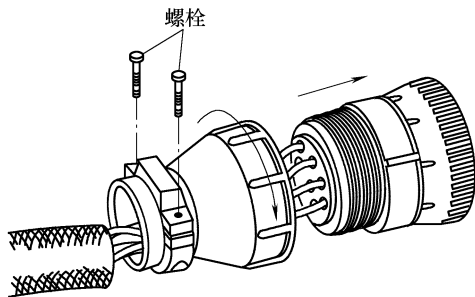

图 6-69 安装插头座圈, 拧紧卡箍螺栓
⑧ 安装插头后部座圈, 拧紧卡箍螺栓(图 6-69), 拧紧力矩为 $1\text{N} \cdot \text{m}$ 。